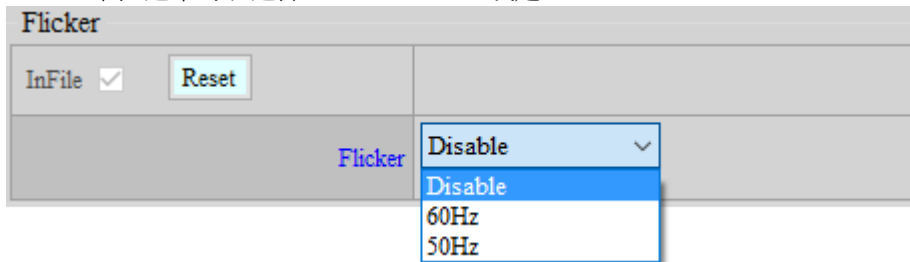

Figure 73: 下拉选单功能示意图
2. 下拉選單：點選箭頭後會出現下拉選單，即可點選不同的功能，以 API AE - Flicker 為例(如 Figure 73)，Enable 下拉選單可以選擇 Disable、60Hz 或是 50Hz。